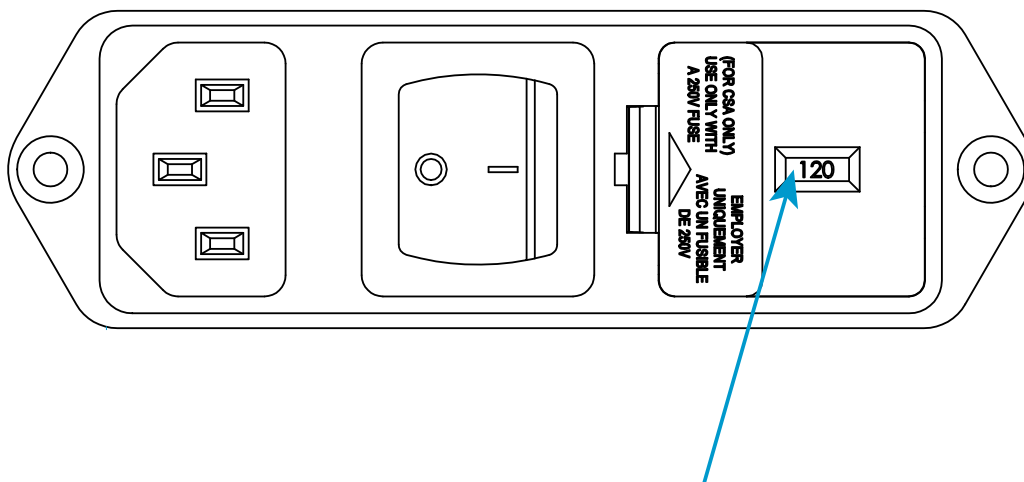

Figura 4. Conector de entrada de energía con configuración del voltaje
2. Inspeccione el conector de entrada de energía y consulte Figura 4 en la página 39. El voltaje indicado en la Figura 4 es 120 V.
7. Vuelva a instalar el contenedor de fusibles en el conector. Asegúrese de que el perno indicador indique ahora la tensión de entrada correcta. Consulte la Figura 4 en la página 39 como referencia.